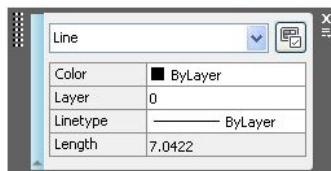

Figura 1.1.24
- fereastra **Quick Properties**, figura 1.1.24, activată din meniu contextual afișat prin buton dreapta mouse pe obiectul selectat (paragraful & 1.1.6);